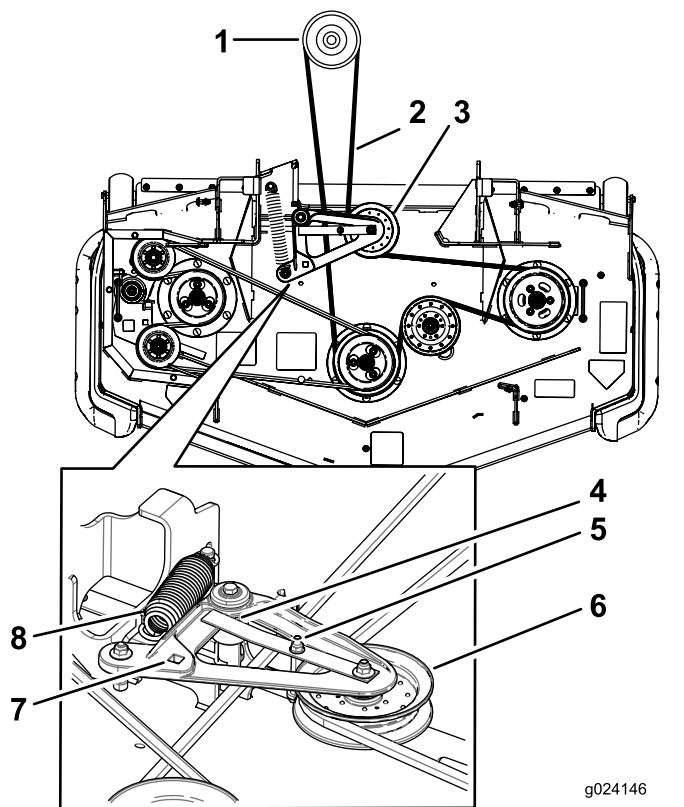

Figure 91
6. Insérez un rochet dans le trou carré du bras de la poulie de tension pour détendre le ressort de la poulie de tension (Figure 91).
8. Acheminez la courroie neuve autour des poulies du tablier de coupe et de la poulie d'embrayage, sous le moteur (Figure 91).
10. Insérez le rochet dans le trou carré et chaussez la courroie sur la poulie de tension à ressort (Figure 91). Engagez les extrémités du ressort dans les rainures d'ancrage.